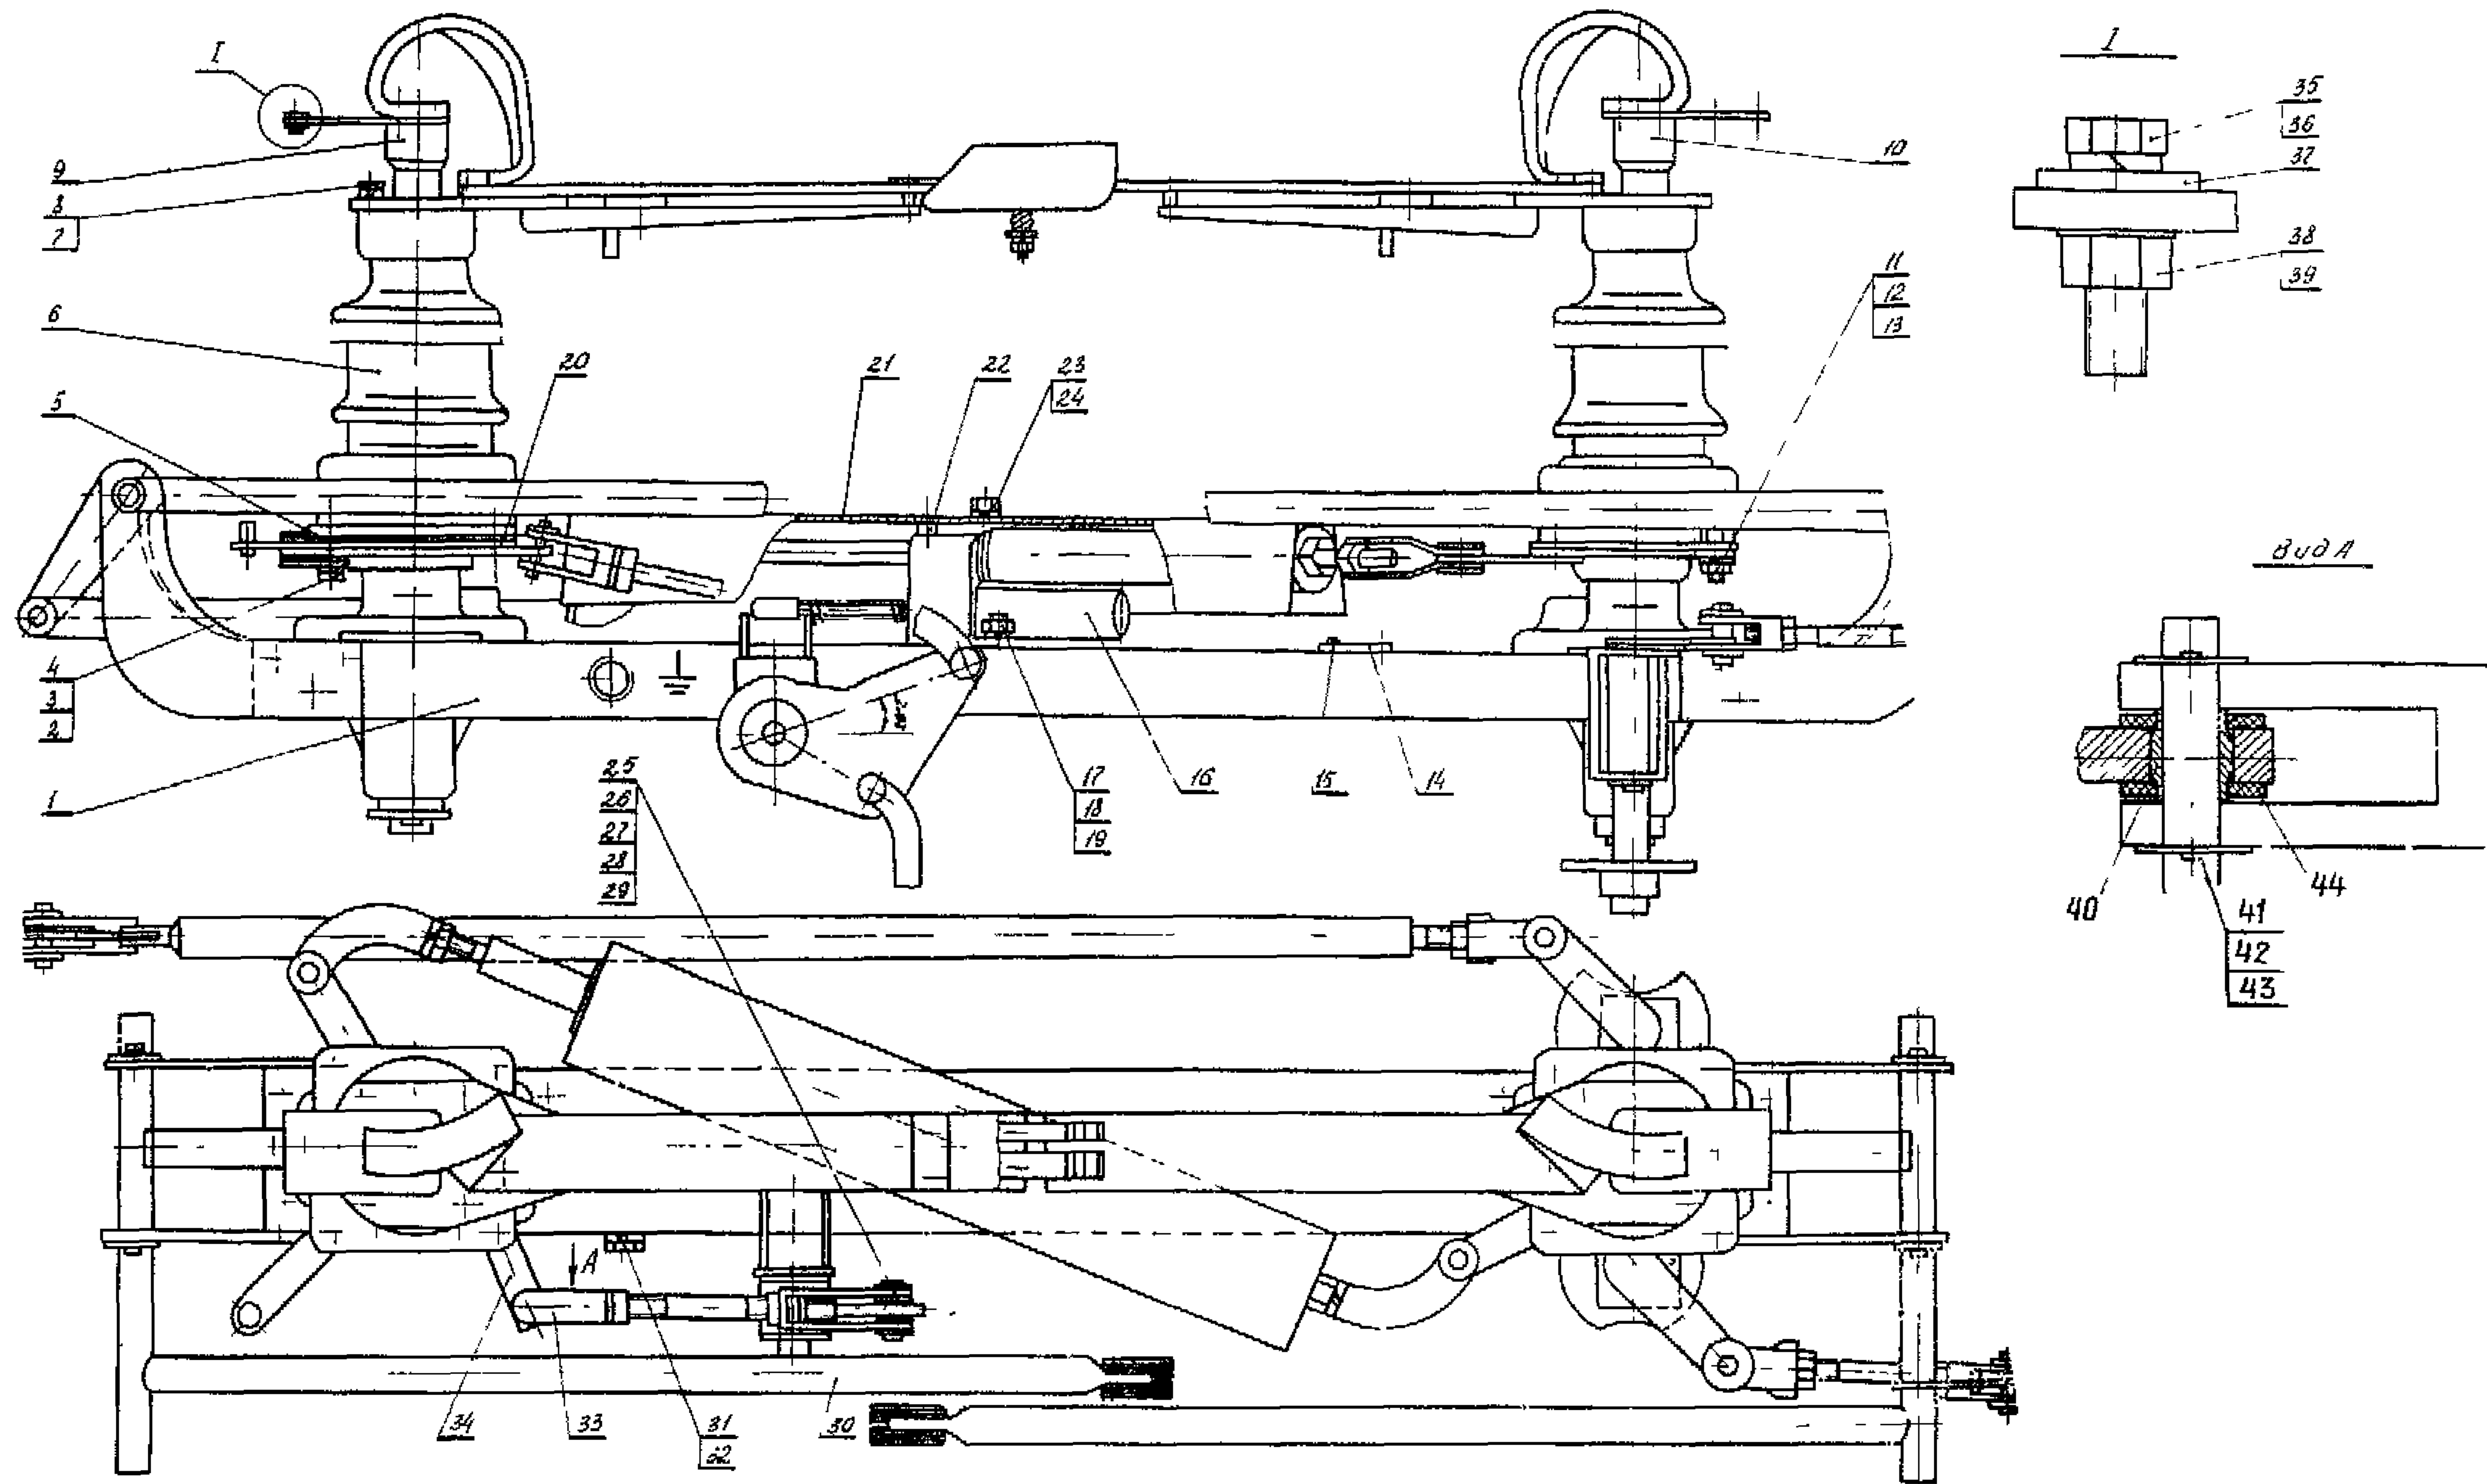

Рис. 1. Отделитель ОДЗ-ИОМ:
03.15. Вывинтить болты 7 (см. рис. 1) и снять контактный нож 9.